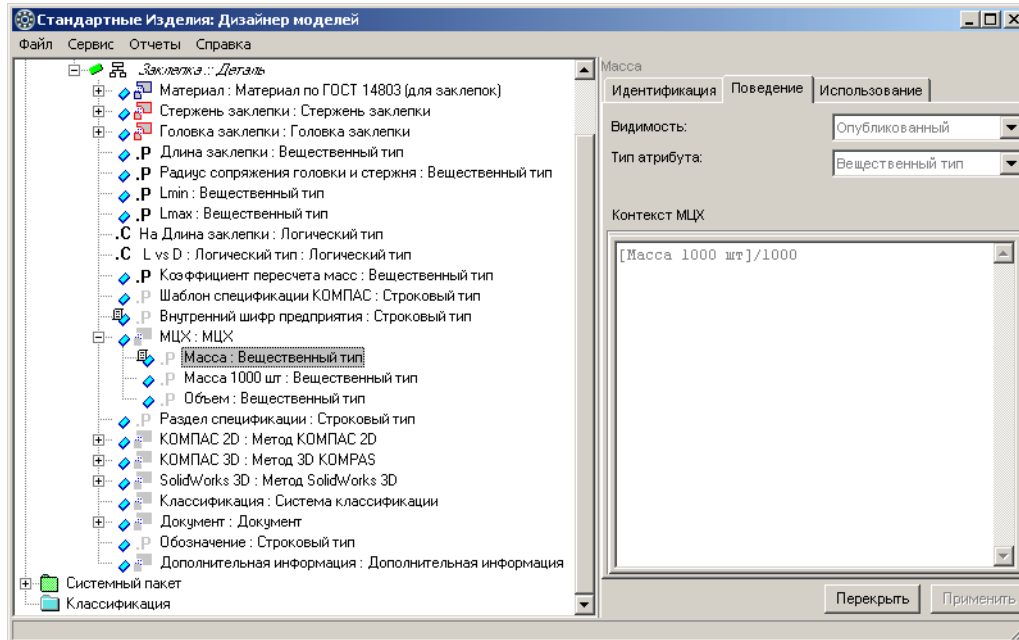

Рис. 4.110.
1. Укажите атрибут *[МЦХ][Масса]* в контексте класса *Заклепка*. В области свойств будет показано правило вычисления значения атрибута, унаследованное из родительского класса (рис. 4.110).